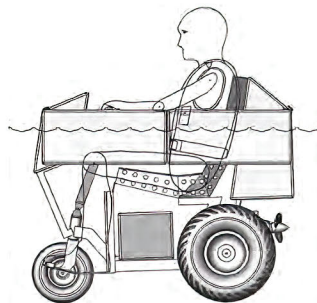

Рис. 2. Транскутер «Аква» с пользователем
Визуально выбирают элемент 4 ДЗ на поверхности горящего танка 1, наиболее полно отвечающий взаимному положению точки-цели и очага 5 возгорания (потребной зоны 10 распыления огнегасящей смеси). После чего противопожарный снаряд (ППС) 9 доставляют (выстреливают, запускают,-metaют) посредством средства 7 доставки к поверхности выбранного элемента 4 ДЗ (см. траекторию 8 на рис. 1). В данном примере применяют противопожарный реактивный управляемый снаряд 9, осуществляя его пуск через канал гладкоствольной танковой (танк 6) пушки 7 калибром 125 мм. Как следствие, попадание ППС 9 в элемент 4 ДЗ вызывает практически одновременно срабатывание инициируемого контактным взрывателем ППС разрывного заряда ВВ последнего и срабатывание элемента 4 (рис. 2). Энергия срабатывания обоих зарядов разрушает корпус ППС и рассеивает его огнегасящую смесь ППС 9, формируя зону 10. Последняя эффективно подавляет внешнее (на броне танка 1) пламя очага 5, предотвращает проникновение пламени и горящих веществ в заброневое пространство (прежде всего — в моторно-трансмиссионное отделение (МТО)) и, вообще, содействует пожаротушению при комплексной работе всех средств пожаротушения даже с очагом горения внутри танка 1.
В случае отказа взрывного устройства ППС разрушение корпуса снаряда и рассеивание огнегасящего состава обеспечивается совместным действием кинетической энергии ППС и энергии срабатывания элемента ДЗ (рис. 2).
- пользователь находится в обычном сидячем положении (рис. 2);